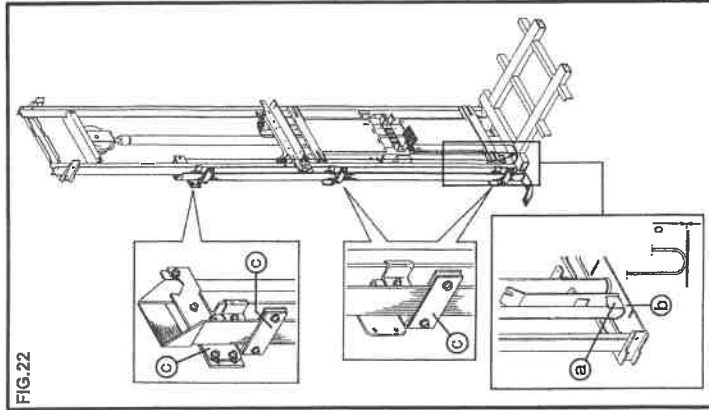

FIG.22
- la curva inferiore del cavo piatto (Fig. 22/a) appoggi sul pavimento fissa (Fig. 22/b) con arcata a terra.
- il cavo piatto sia fissato, in ogni punto previsto mediante le apposite staffe (Fig. 22/c).
NOTA: Verificare che il cavo piatto sia ben bloccato nelle staffature (Fig. 22/c) e non vi siano esuberanti eccedenze nelle ripiegature. Gli esuberanti o il mancato tensionamento del cavo piatto potrebbe far impigliare quest'ultimo nelle parti in movimento.